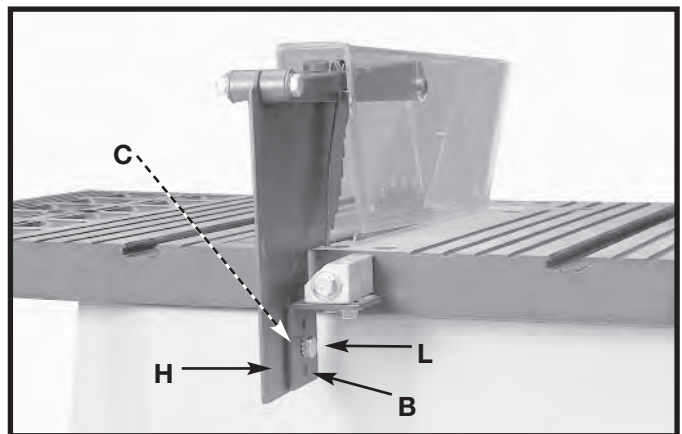
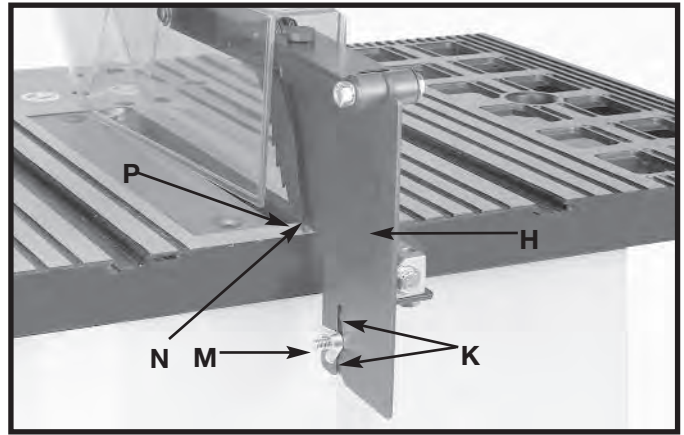

Fig. 14
Fig. 15
6. Encaixe o separador (H) Fig. 14 no suporte (B). Coloque uma arruela de pressão de dente externo 1/4" e uma arruela lisa M6.4 num parafuso de cabeça sextavada M6x1x20mm (L).
7. Insira o parafuso (L) Fig. 14 no suporte do separador (C) e no separador (H). Insira uma arruela lisa M6.4 e uma arruela de pressão de dente externo 1/4" no parafuso (L). Enrosque uma porca borboleta M6x1 (M) Fig. 15 no parafuso (L) Fig. 15.
OBSERVAÇÃO: Antes de apertar a porca borboleta (M) Fig. 15, deixe um espaço de pelo menos 1/8" entre a extremidade inferior do separador (N) e a superfície superior da bancada (P) e certifique-se de que os pinos estejam dentro da fenda do separador (H).